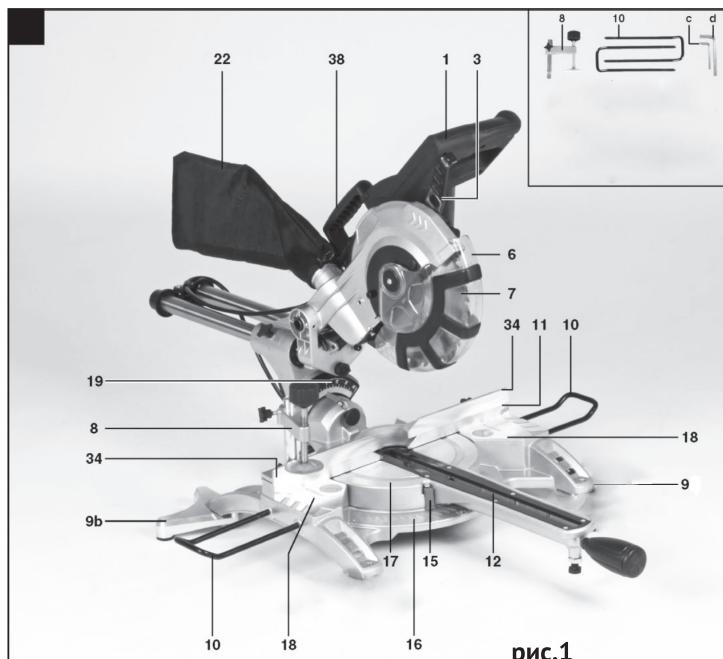
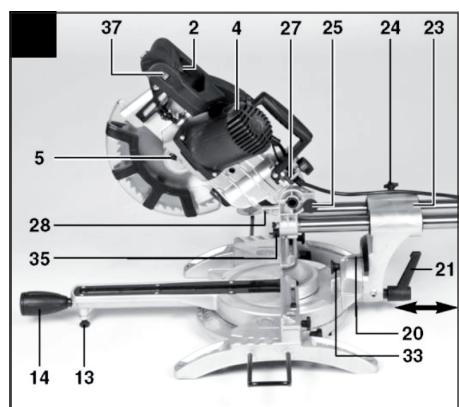
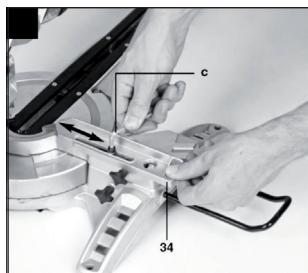

рис.1
рис.2
рис.6
1.1.2 Основным несущим узлом режущего блока пилы является металлический редуктор, выполненный заодно с верхним защитным кожухом диска. К редуктору крепится пластиковый корпус двигателя (рис.2 поз.4), с закреплённой на нём рукояткой. Вертикальное перемещение режущего блока для реза обеспечивает суппорт вертикального перемещения. Возвратная пружина на оси суппорта, возвращает режущий блок в исходное положение. Горизонтальное движение по направляющим и отклонение (вправо/влево) от вертикальной оси обеспечивает суппорт наклона и горизонтального перемещения (рис.2 поз.23).
1.1.3 Рабочий стол (рис.1 поз.17), вместе с режущим блоком, имеет возможность смещения (вправо/влево) относительно основания и параллельного упора (рис.1 поз.11), в который упирается обрабатываемая заготовка. Таким образом обеспечивается косой (от 0 до 45°) рез материала (брус, доска, планка и т.п.).
1. Вытянуть фиксатор (рис.2 поз.25) из основания двигателя, слегка надавливая на корпус двигателя (рис.1 поз.4).
2. Повернуть фиксатор (рис. 2 поз.25), на 90°. При этом пила останется в разблокированном положении
выключателя (рис.1 поз.2).
5. Одной рукой нажмите на фиксатор шпинделя диска (рис.1 поз.5),
устанавливая торцовый ключ (d) на болт фланца (рис.1 поз.31). Фиксатор шпинделя пильного диска срабатывает не более, чем через один поворот.
6. Прилагая дополнительное усилие ослабьте болт с левой резьбой, поворачивая его против часовой стрелки, снимите прижимной фланец (рис.1
поз.32) и пильный диск (рис.1 поз.7). При этом опорный фланец должен оставаться на месте.
- для установки угла поворота ослабьте фиксирующую рукоятку (рис.1 поз.14), установите необходимый угол распила. Затем надежно затяните
- для установки угла наклона необходимо ослабить стопорный винт (рис.1 поз.21), установить необходимый угол распила и надёжно зафиксировать стопорный винт.
- для осуществления возможности продольного движения режущего блока необходимо ослабить фиксатор (рис.1 поз.24).
- пила обладает подвижными стопорными упорами (рис.6 поз.34), которые зафиксированы на неподвижной упорной планке (рис.1 поз.11).
- для включения лазерной направляющей установите кнопку включения и выключения лазерной направляющей (рис.1 поз.37) в положение «I». Направляющая проецируется на разрезаемый материал, обеспечивая ровную отметку резки.
- для выключения, установите кнопку включения и выключения лазерной направляющей (рис.1 поз.37 в положение «0»).